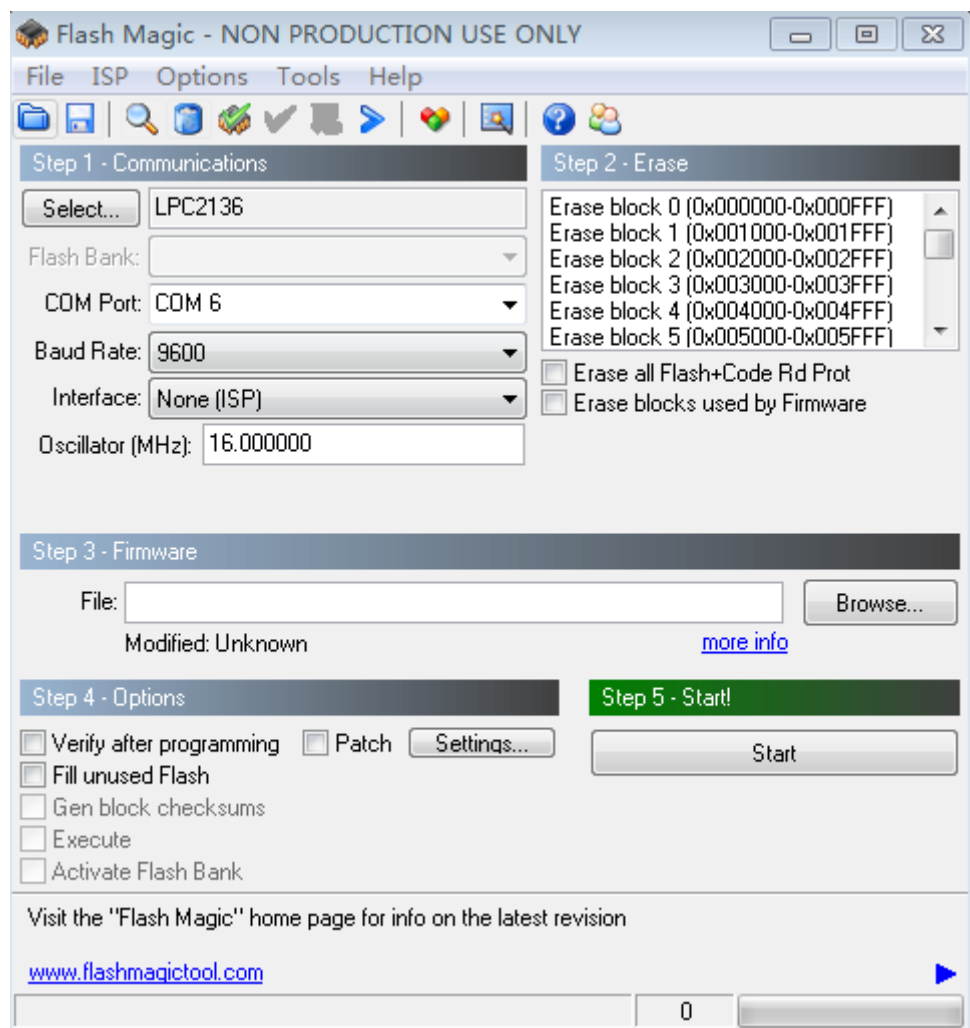

图 5.9 Flash Magic 启动界面
- (1) 将芯片的 USART0 的 TXD (PIO0.4) 和 RXD (PIO0.0) 引脚和计算机串口的引脚连接起来，同时将 ISP 引脚 (PIO0.12) 与 GND 短接，复位或者重新上电。
- (2) 使用快捷键 WIN 打开 Windows 开始菜单，点击 这个图标打开软件，运行之后界面如图 5.9 所示。